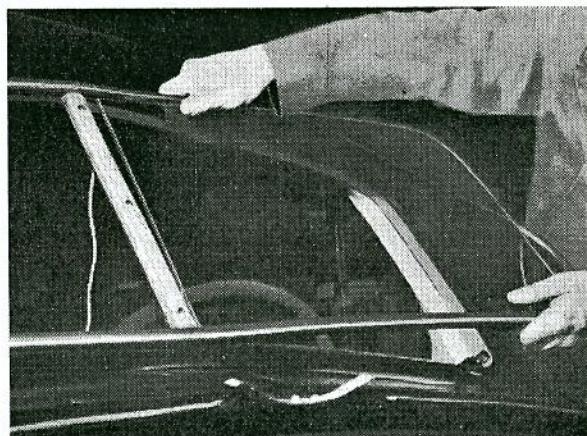

Bild 29. Montering av vindruta.
5. Placera den andra rutan i gummitätningen och lägg in snöret i skåran, bild 29. Tryck rutan mot öppningen och drag bort snöret.